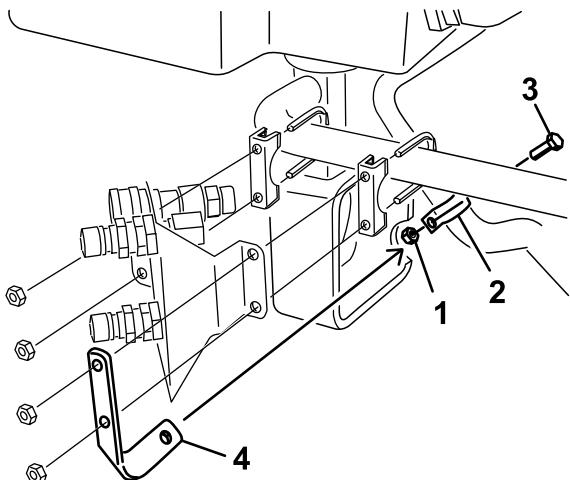
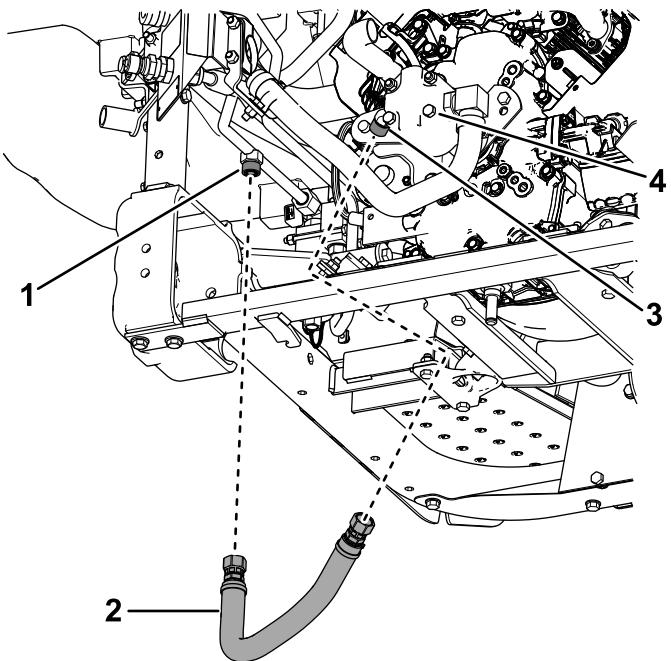
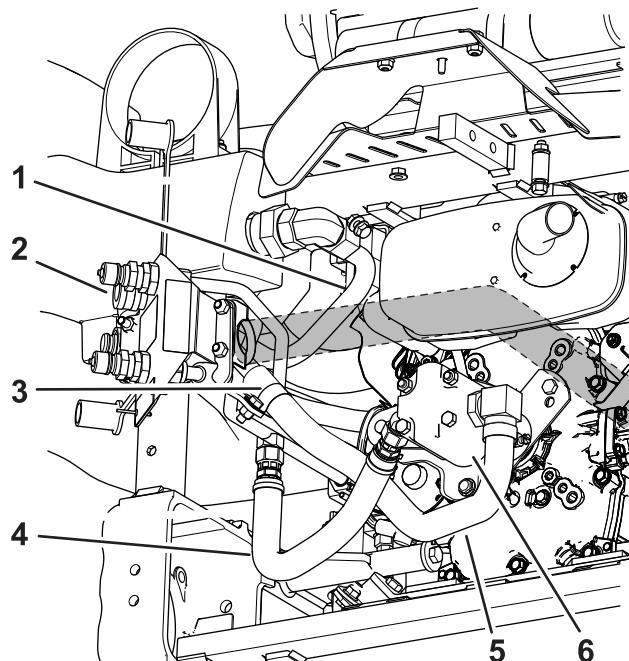

Figura 27
Figura 29
Figura 30
6. Montate un serratubi a R sul flessibile idraulico grande come illustrato nella Figura 27 e Figura 30.
7. Installate il serratubi a R sulla staffa di ritegno con un bullone ($5/16$ " x $7/8$ ") e un dado ($5/16$ "); fate riferimento alla Figura 27.
9. Collegate il flessibile idraulico con i raccordi al gomito a 45° fissato sulla pompa idraulica (Figura 29 e Figura 30).
10. Fate riferimento alla Figura 30 per conoscere la corretta posizione dei flessibili e dei tubi idraulici rispetto alla pompa idraulica.